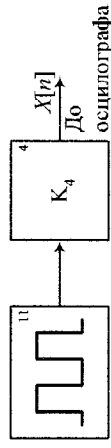

Рис. 15
1. Зібрати схему для отримання статичної характеристики імпульсного елемента, що зображена на рис. 15.